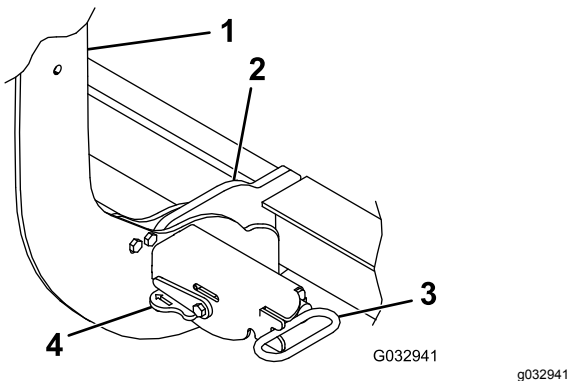

Figure 34
3. Tournez les leviers sur les accouplements à la position de VERROUILLAGE (Figure 34).
6. Vérifiez que les deux goupilles à ressort sont complètement engagées dans l'accouplement (Figure 34).